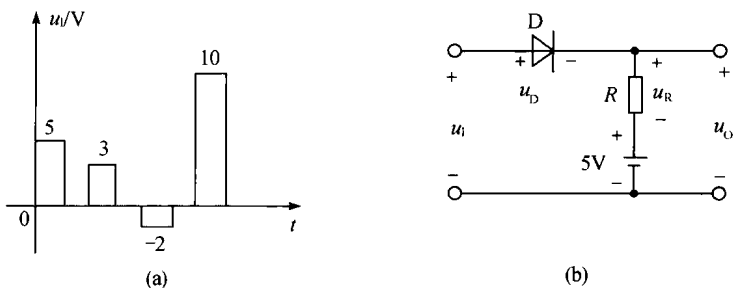

图 14.10
14.3.1 图 14.10(a) 所示是输入电压 u_{i} 的波形。试画出对应于 u_{i} 的输出电压 u_{o} 、电阻 R 上电压 u_{R} 和二极管 D 上电压 u_{D} 的波形, 并用基尔霍夫电压定律检验各电压之间的关系。二极管的正向压降可忽略不计。